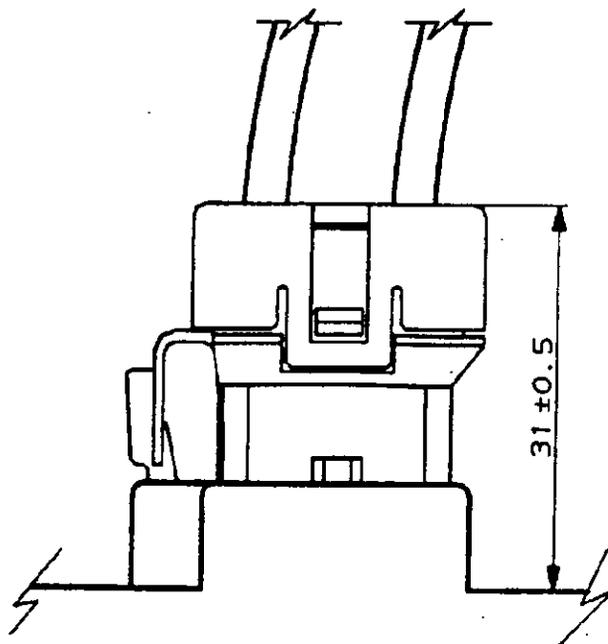

Fig. 10
- b.) Connettore C-282590-1       $31.0 \pm 0.5$       (Fig. 10)